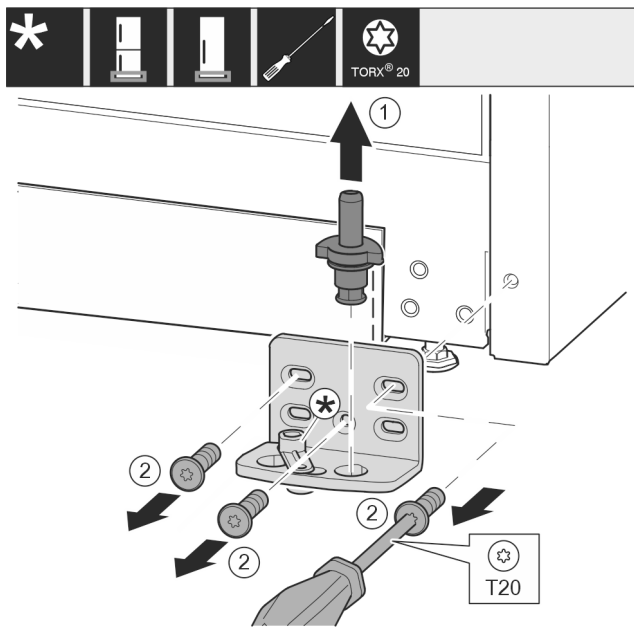

Fig. 13
- ▶ Estrarre completamente il perno di supporto verso l'alto. Fig. 13 (1)
- ▶ Svitare le viti con il cacciavite T20 e rimuovere il blocco di supporto. Fig. 13 (2)